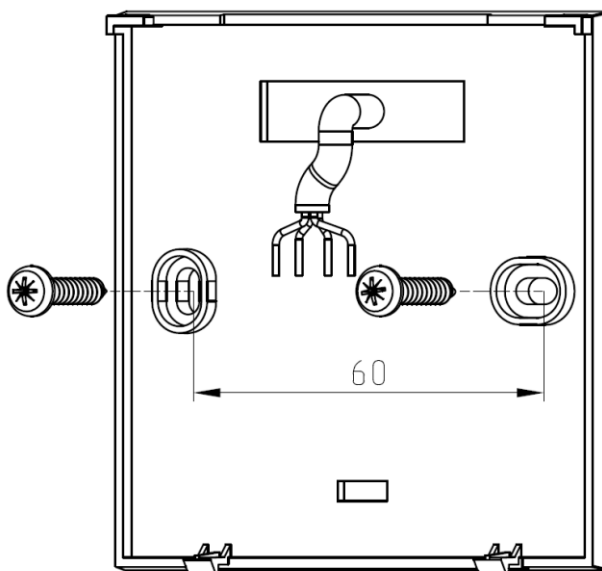

Рис.2 Монтаж проводов через отверстие в задней крышке корпуса
1.2 Провода необходимо продеть через отверстие в задней крышке корпуса (рис. 2).